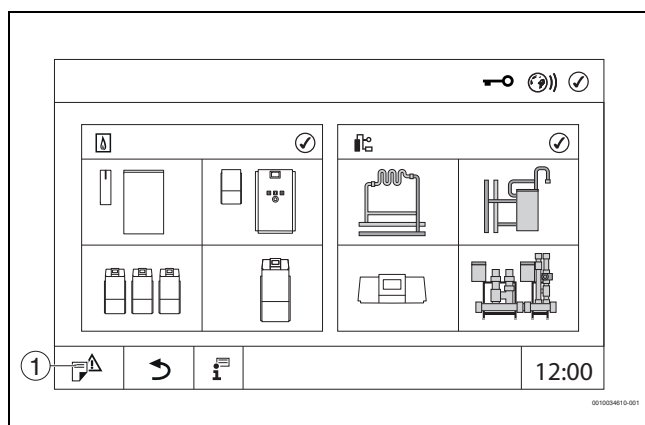

Fig. 17 Accesarea Meniul serviciilor (exemplu)
- ▶ Țineți apăsat simbolul (→ Fig. 17, [1]) aprox.5 secunde.